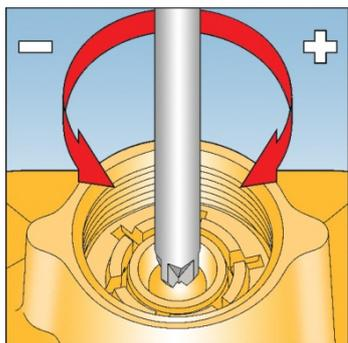

Fig. 7
8. Se houver bloqueio por baixa pressão, coloque uma chave de fenda no parafuso de ajuste no suporte da mola inferior. Veja Fig. 7.
23. Lentamente gire o parafuso de ajuste de baixa pressão no sentido horário (+) até que o equipamento bloqueie por baixa pressão. Veja Fig. 7.